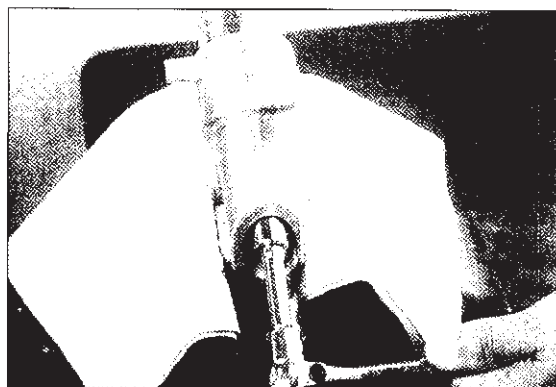

Fig. 4
6) Bloccare il supporto del perno ruota in una morsa con ganasce di alluminio (in alternativa, utilizzare un panno al posto delle ganasce). Togliere la vite (Fig. 4)
6) Serrer le support de l'axe de roue dans un étau avec mâchoires d'aluminium (autrement, utiliser un chiffon). Otez la vis (Fig. 4)
6) Die Stütze des Radzapfens in einem Schraubstock mit Aluminium-Backen klemmen (als Alternative ein Tuch statt der Backen verwenden). Die Schraube entfernen (Abb. 4).
6) Bloquee el soporte del perno de la rueda en una mordaza con quijadas de aluminio (en alternativa utilice un paño en vez de las quijadas). Saque el tornillo (Fig. 4)